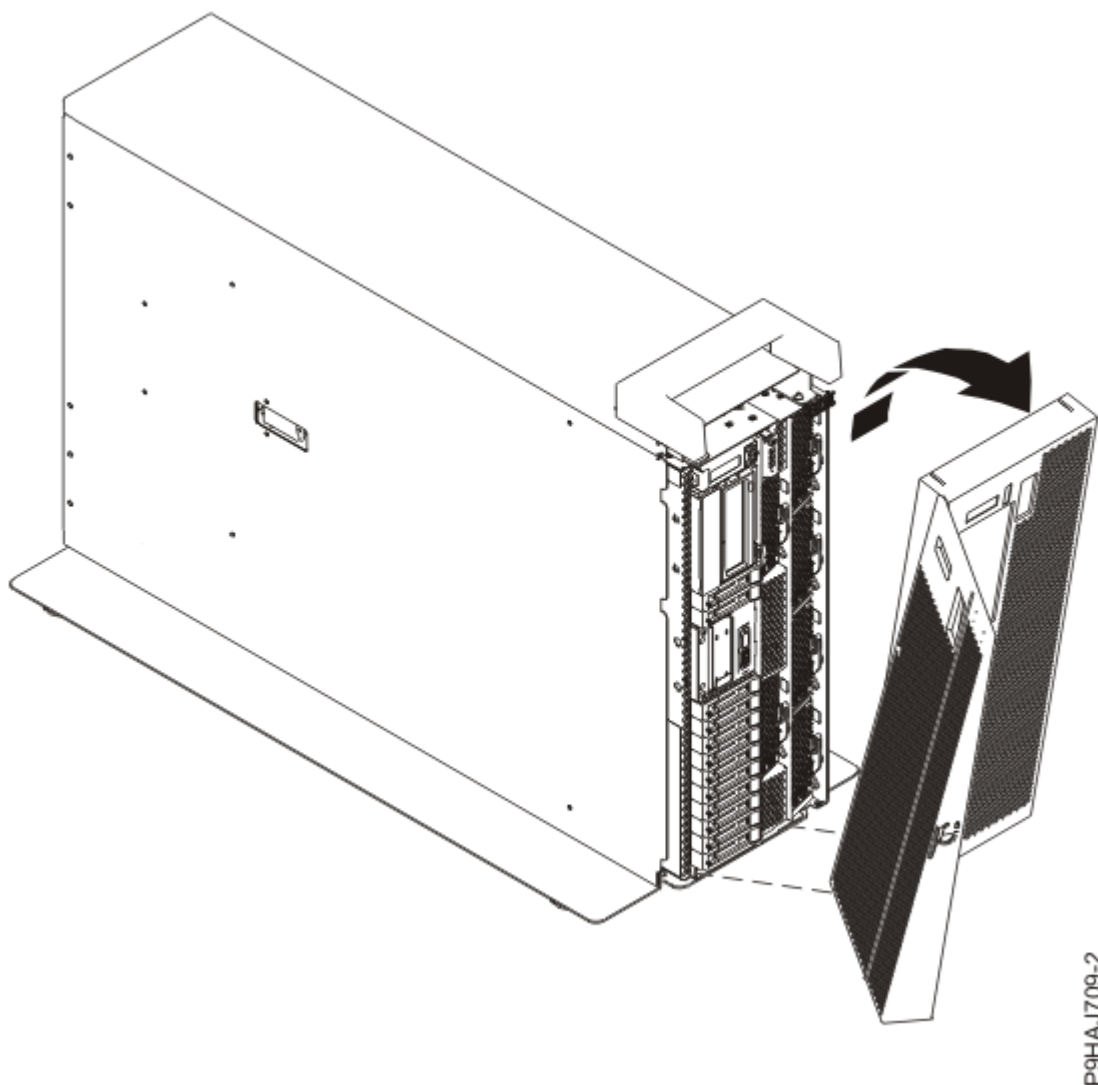

Figure 101. Retrait du capot avant
- d) Retirez le capot du système, comme illustré dans la Figure 101, à la page 108.